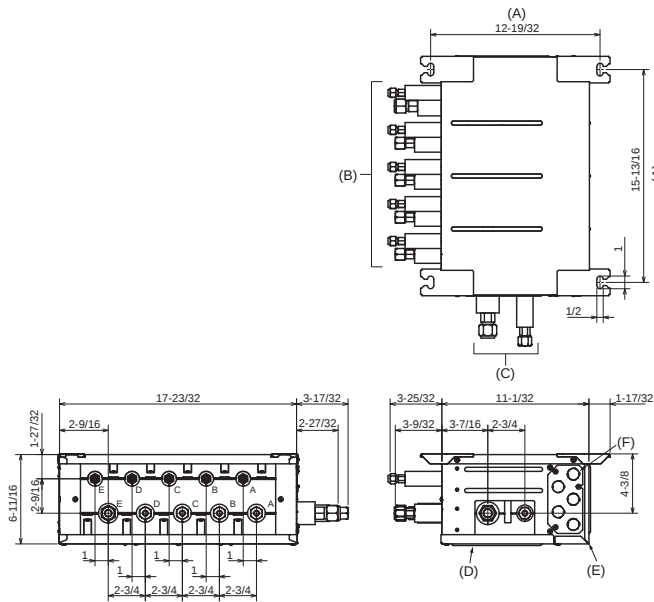

Fig. 4-3
PAC-LMA50BC/PAC-LMC50BC (Fig. 4-3)
- 1) Instale los pernos de suspensión (adquiridos localmente) con la separación especificada (Fig. 4-3, 4-4).